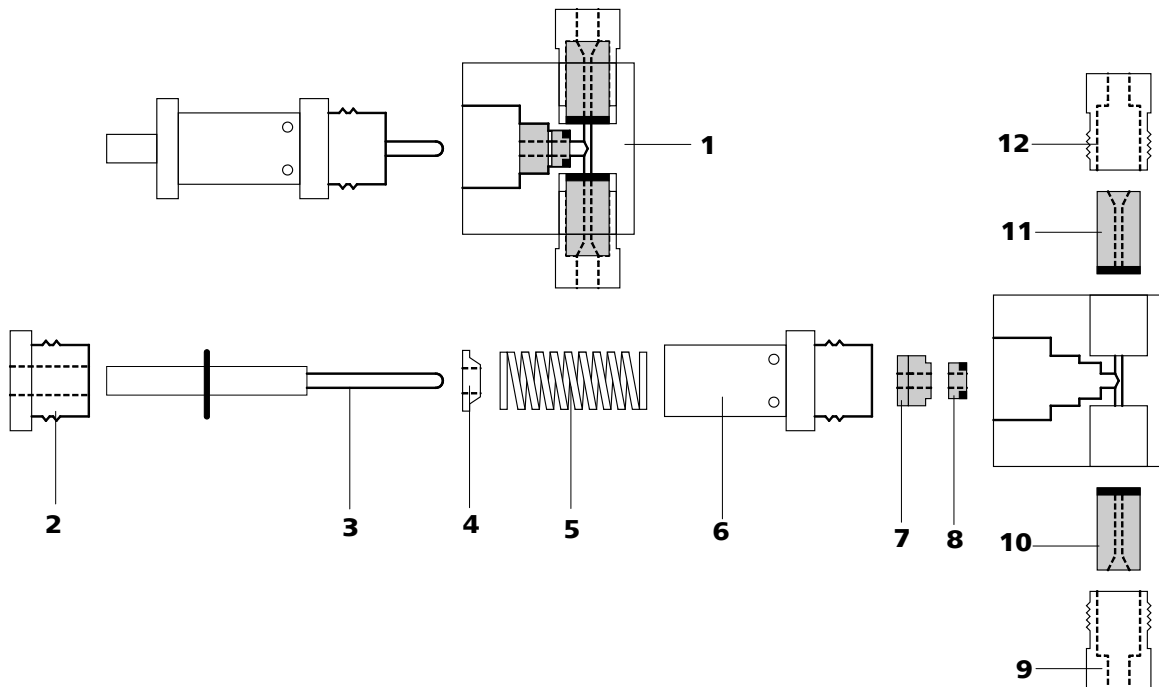

Figura 34 Componentes del cabezal de bomba estándar
- Desmonte el cabezal de bomba (18-4) en sus componentes principales (véase Figura 34, página 69).
Para seleccionar correctamente se debe tener en cuenta que el líquido fluye de abajo hacia arriba por el cabezal de bomba. El sentido de flujo de las válvulas se puede comprobar fácilmente soplando a través de la válvula limpia. Ambas válvulas se montan con el lado frontal negro orientado hacia el cabezal de bomba (véase *Figura 34, página 69*).
- Vuelva a montar los componentes del cabezal de bomba (18-4) (véase Figura 34, página 69).